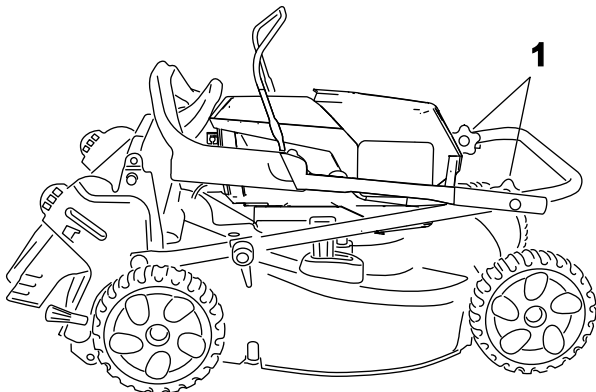

Bild 21
3. Drehen Sie den Griff nach vorne (Bild 21).